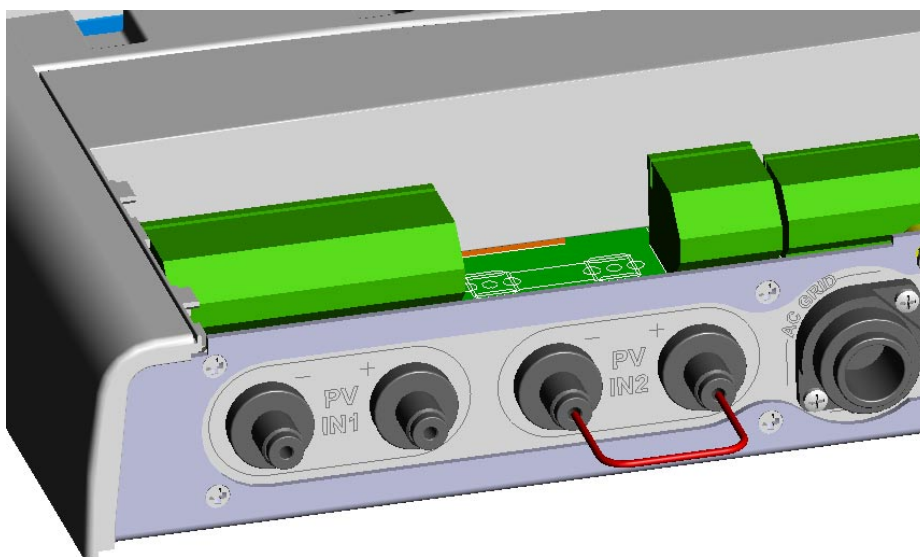

Abb. 12: Kurzschluss
**ACHTUNG:** In einigen Fällen kann es vorkommen, dass die Anlage aus einem einzigen Array besteht. In einem solchen Fall, wenn der Strom des Array unter der maximalen Leistung einer Sektion des AURORA liegt, d.h. 10 Adc, kann der Array nur an die Sektion 1 geschlossen werden. Um mögliche Verzögerungen bei der Bewertung der Parameter der elektrischen Isolierung der Module zu vermeiden, wird darüber hinaus empfohlen, die Eingänge der zweiten Sektion mittels eines externen Kabels kurz zu schließen. Siehe dazu Abb. 12.